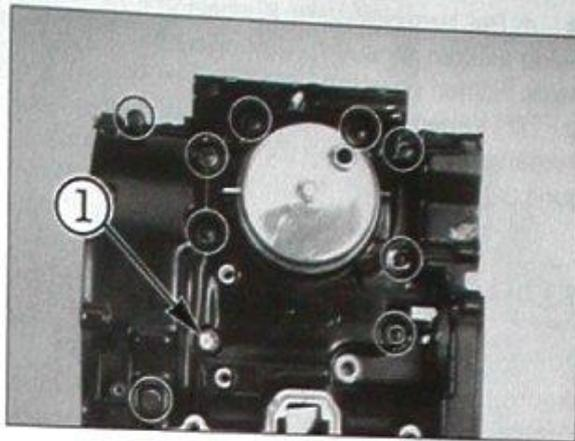

Bild 193
- An Gehäuse-Oberseite zuerst neun 6 mm-Gehäuseschrauben, dann 8 mm-Schraube ausdrehen (Bild 193).